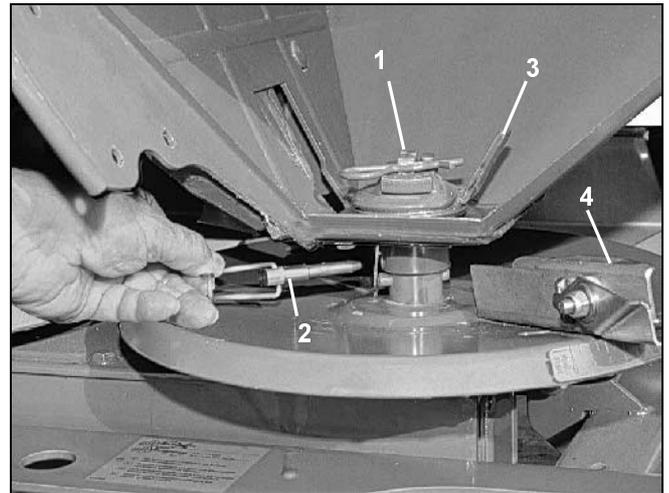

Fig. 39
- Zum Ausschalten des Rührkopfes (Fig. 39/1) den Klapstecker (Fig. 39/2) unterhalb der entsprechenden Trichterspitze herausnehmen.
Wird der Rührkopf wieder eingeschaltet, unbedingt darauf achten, daß der Rührkopffinger (Fig. 39/3) in Drehrichtung vor der kurzen Schaufel (Fig. 39/4) steht.